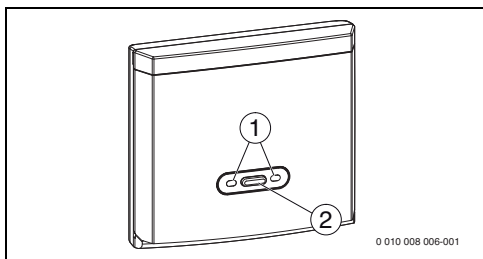

Рис. 17 Радиомодуль
- ▶ На радиомодуле нажмите кнопку регистрации (→ рис. 17, стр. 12). LED на радиомодуле начинает мигать зеленым светом, сигнализируя о режиме регистрации.